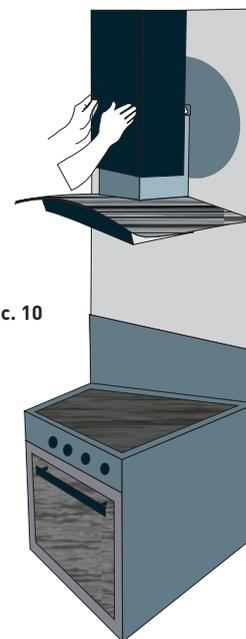
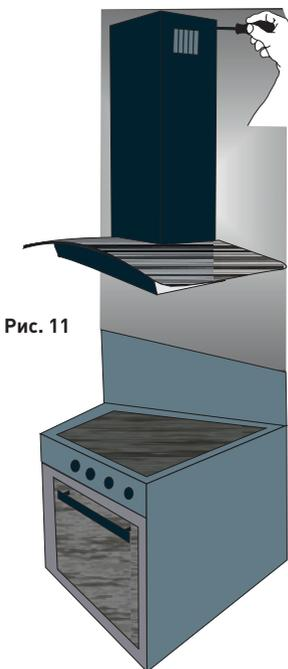

Рис. 10
Рис. 11
9. Поместите внутренний декоративный короб в наружный. Установите наружный короб на корпус вытяжки и закрепите его винтами (Рис.10). Внутренний короб поднимите вверх до совмещения узлов крепления короба и планки и соедините их винтами (Рис. 11).